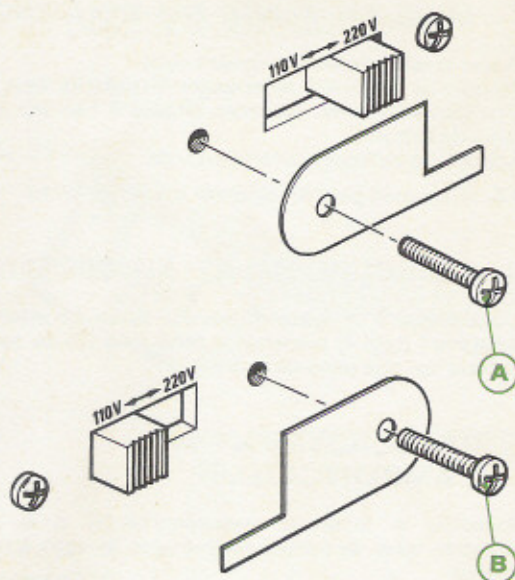

Fig. 2
- Dévisser la vis (A) ou (B) maintenant la plaquette de blocage (Fig. 2).